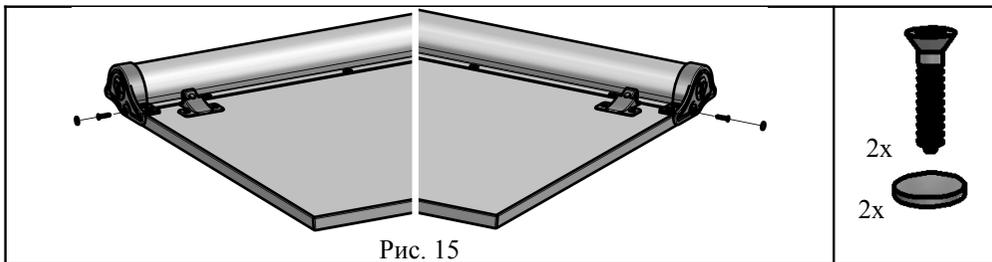

Рис. 15
4.6.5. Закрепить еврвинтами ЕС 4х13 или саморезами с потайной головкой 3,5х16 (поз. 3, пакет № 29) лоток в сборе с накладками и закрыть заглушками отверстия в накладках лотка (поз. 2, пакет №5; №6), см. рис. 15.